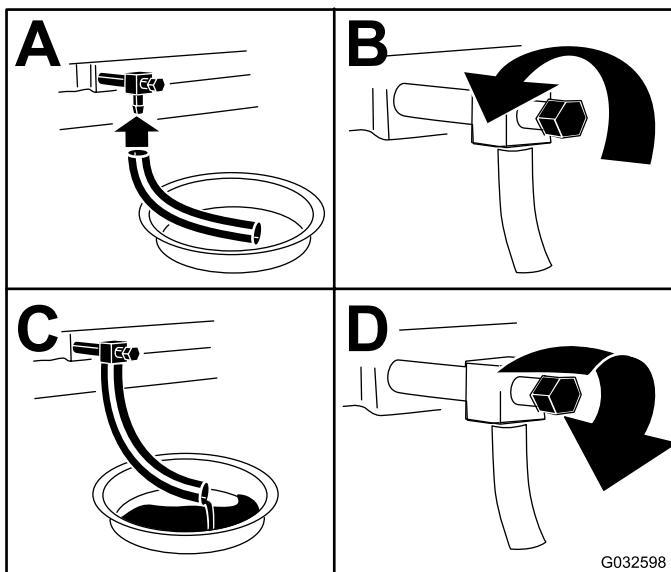

Figure 44
3. Avant de quitter la position d'utilisation, coupez le moteur, enlevez la clé de contact et attendez l'arrêt complet de toutes les pièces mobiles (Figure 44).
4. Vidangez l'huile moteur, comme montré à la Figure 44.